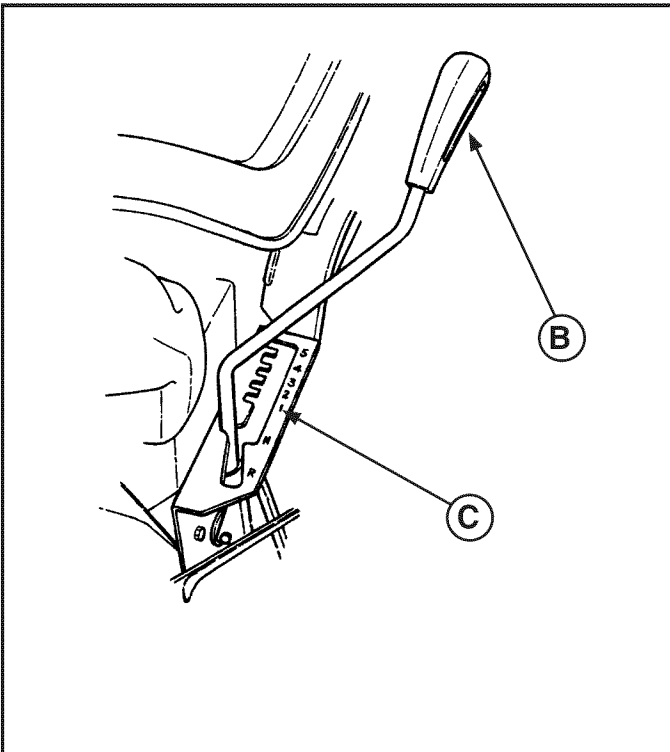

FIGURA 10
2. Ponga la palanca de cambios de la transmisión (**A**, Figura 10) en la primera muesca de velocidad hacia delante (**B**).